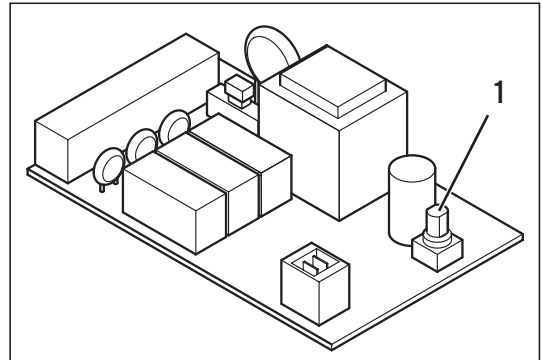

Fig. 4.3 Setarea adresei busului
- Setează selectorul de adrese (1) (vezi fig. 4.3) al modului de cuplare conectat pe adresa de bus a dumneavoastră. Adresa busului se orientează după poziția aparatului din montajul în cascadă.